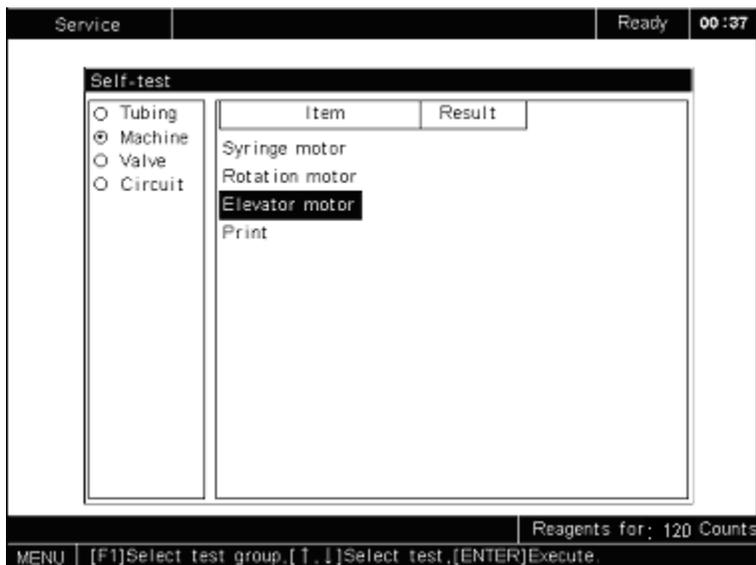

Рисунок 10-49 Окно самодиагностики
4. Нажмите [F1], выбрать группу **“Machine”**(двигатель) и затем **“Elevator motor”**(двигатель, поднимающий пробозаборник), как показано на **рис. 10-49**;